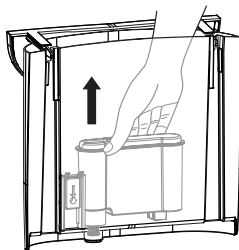

Abb. 12: Wasserfilter entnehmen
3. Entnehmen Sie den Wasserfilter (Abb. 12).